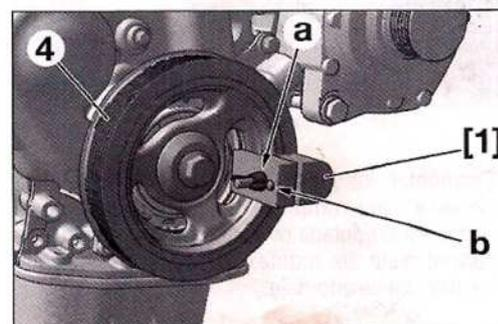

FIG. 21
- Colocar el útil [1] (Fig.21) en la polea (4).
- Procurar que el tetón de centrado (b) (Fig.21 et 22), esté correctamente insertado. La figura 22 representa en A el montaje visto en corte del dispositivo. Es obligatorio que el montaje del útil [1] sea correcto, so pena de deteriorar la correa irremediablemente.